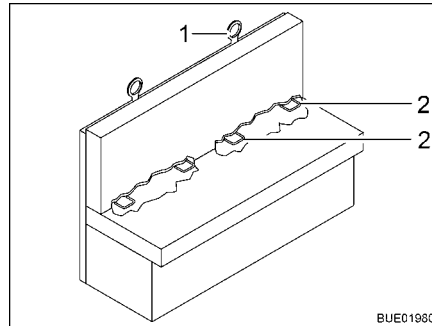

Fig. 27 Sécurité enfant Isofix
Quand le véhicule est équipé d'une sécurité enfant Isofix, les sièges appropriés portent un symbole Isofix. Ces sièges possèdent un étrier de fixation (Fig. 27,2) et un point d'ancrage supplémentaire en haut sur l'accoudoir (Top Tether) (Fig. 27,1). Utiliser des systèmes de retenue pour enfants compatibles avec Isofix. Les systèmes de retenue pour enfants possèdent des bras encliquetables qui s'enclenchent dans les étriers de fixation du siège.
- Fixer si possible de plus le siège pour enfant au Top Tether (Fig. 27,1).